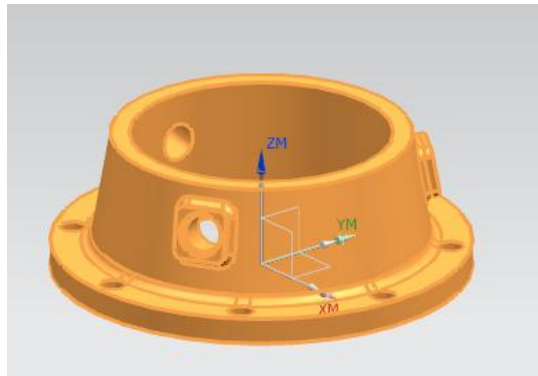

Рисунок 52 Выбор тела детали
3. Нажмите «Задать деталь» . Выберите тело детали (рисунок 52).